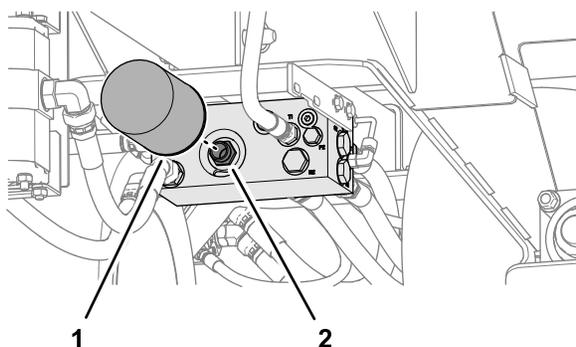

Рисунок 36
- Очистите область вокруг фильтра и гидравлического коллектора, установите сливной поддон под фильтр и снимите фильтр (Рисунок 36).
- Очистите зону крепления фильтра на гидравлическом коллекторе (Рисунок 36).